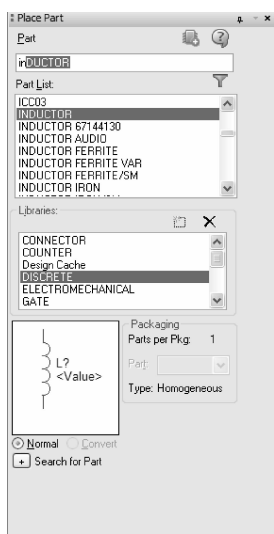

图 6-151 选择电感元件
8) 放置电感元器件。在“Place Part (放置元件)”面板中选择“DISCRETE. olb (分立式元件库)”，在元器件过滤列表框中输入“iuDUCTOR”，在元件预览窗口中显示符合条件的元器件，如图 6-151 所示。将元器件放置到图样空白处。